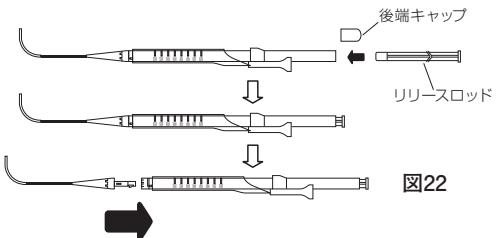

図22
6. ダイレータ先端部とダイレータ胴体部を合体後、接続解除する必要がある場合は、後端キャップを外し、リリースロッドを突き当てまで挿入し、ダイレータ先端部を把持した状態でダイレータ胴体部を引張り、接続解除すること。無理に接続解除するとロックが破損する可能性がある。(図22)